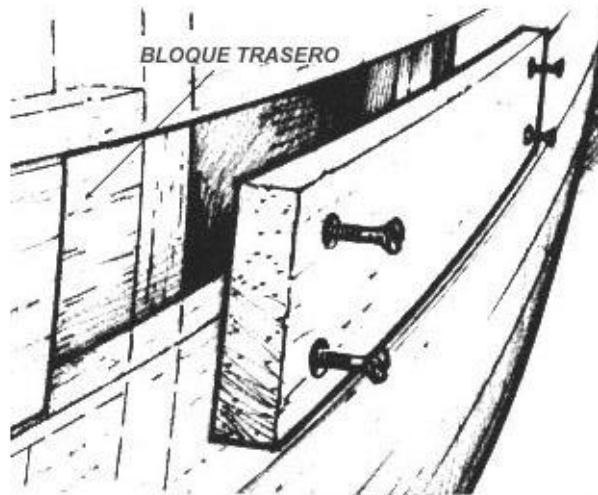

Figura 6-7 Reemplace la sección de una tabla usando juntas planas.
2. Corte una pieza de madera que encaje en el agujero y otra para usar como tapajuntas (*Figura 6-7*). Se necesitará un tapajuntas detrás de cada junta plana a menos que esta se apoye sobre una cuaderna. Cuando la sección a reparar esté situada entre cuadernas, el tapajuntas deberá correr de cuaderna a cuaderna. Cuando se reemplazen secciones de tabla de mayor tamaño, el tapajuntas sólo será necesario en los extremos.